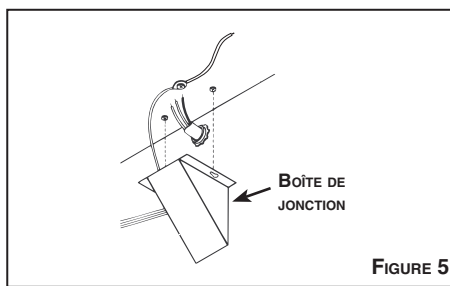

FIGURE 5
1. Voir la Figure 5. Retirer les vis ainsi que la boîte de jonction.